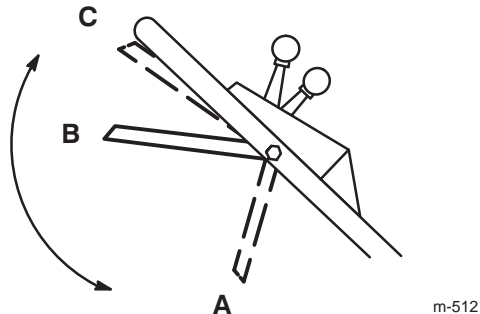

Bild 9
1. Halten Sie die Steuerstange auf **A** (Bild 9).
2. Schieben Sie die Steuerstange nach rechts und heben sie auf **B** an, um das Messer einzukuppeln (Bild 9).
3. Drücken Sie die Steuerstange gegen den Griff auf **C**, um den Antrieb einzukuppeln (Bild 9).